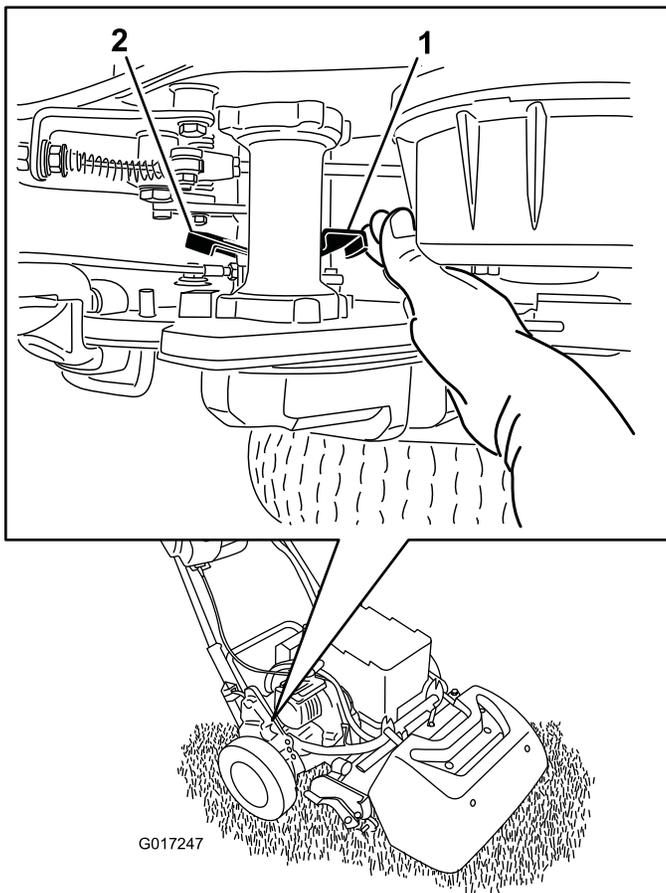

Figure 33
1. Dans l'angle arrière droit de la machine, localisez le levier d'engagement/désengagement de la transmission aux roues, près du tambour d'entraînement (Figure 33).